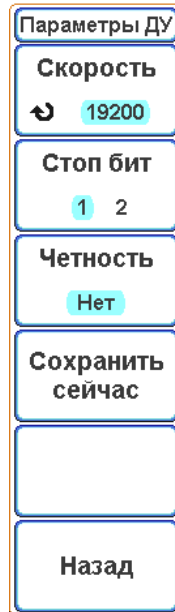

Рисунок 6.35 – Экранное меню «Параметры ДУ»
- нажать экранную кнопку «Параметры ДУ», чтобы перейти в подменю «Параметры ДУ» (рисунок 6.35). Физическая связь через порт USB обеспечивается в компьютере через виртуальный COM порт. Устанавливаются параметры COM порта;